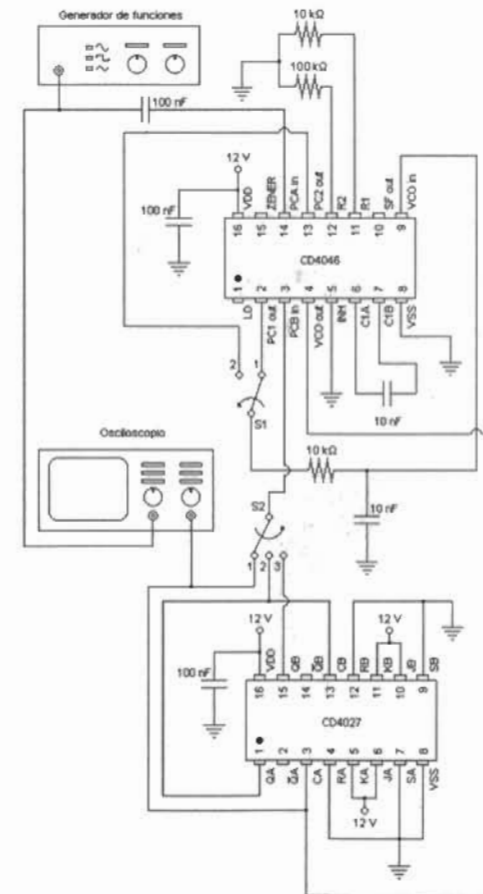

Figura 1. PLL implantado con los circuitos CD4046 y CD4027.
1. Arme el circuito de la figura 1. Observe que existen los 2 conmutadores S1 y S2 los cuales se cambiarán de posición en el transcurso de la práctica. Después de verificar el funcionamiento del circuito, proceda a resolver los incisos a), b), c), d) y e).
3. Usando el mismo circuito de la figura 1, pero ahora con el conmutador S1 en la posición 2 y el S2 en la posición 1 proceda a resolver nuevamente los incisos a), b), c), d) y e) del punto 1. Con la esta configuración se usará el comparador de fase II del circuito CD4046.
5. Para el circuito de la figura 1, pero ahora con el conmutador S1 conectado en la posición 1 y el S2 en la posición 2, repita todos los incisos del punto 1. Posteriormente, repita todo pero ahora con el conmutador S2 en la posición 3. Para la frecuencia a la mitad del intervalo de enganchamiento, grafique las señales de entrada y salida en las cuadrículas V y VI del anexo 1 para ambas posiciones del conmutador S2.
6. Para el circuito de la figura 1, pero ahora con el conmutador S1 conectado en la posición 2 y el S2 en la posición 2, repita todos los incisos del punto 1. Posteriormente, repita todo pero ahora con el conmutador S2 en la posición 3. Para la frecuencia a la mitad del intervalo de enganchamiento, grafique las señales de entrada y salida en las cuadrículas VII y VIII del anexo 1 para ambas posiciones del conmutador S2.